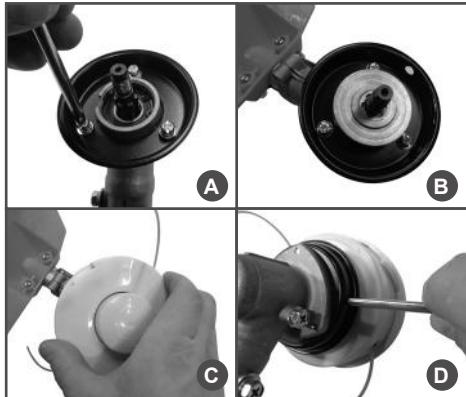

Рис. 5 Установка триммерной головки
2. Установите на редуктор защитную шайбу (Рис. 5В).
3. Накрутите на вал редуктора триммерную головку (левая резьба) (Рис. 5С).
4. Совместите отверстие в защитной чашке редуктора и защитной шайбе редуктора. Установите в отверстие металлический стопор (Рис. 5Д) и затяните триммерную головку.